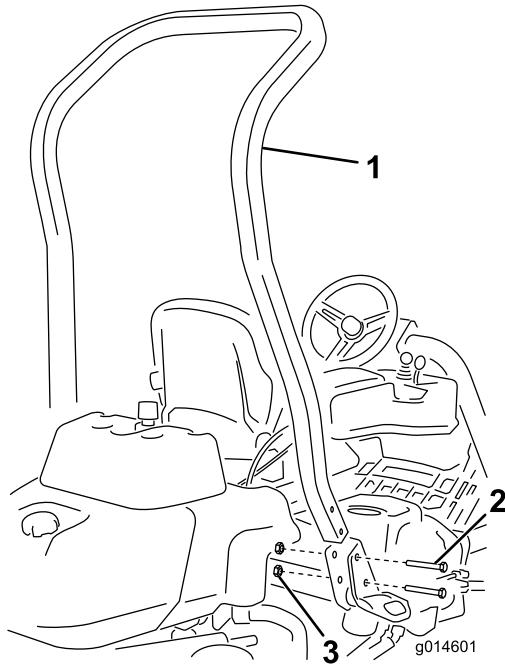

Figure 3
3. Montez l'arceau de sécurité dans les logements prévus de chaque côté de la machine au moyen de 4 boulons (1/2 x 3-3/4 po) et 4 écrous à embase (1/2 po) (Figure 3).